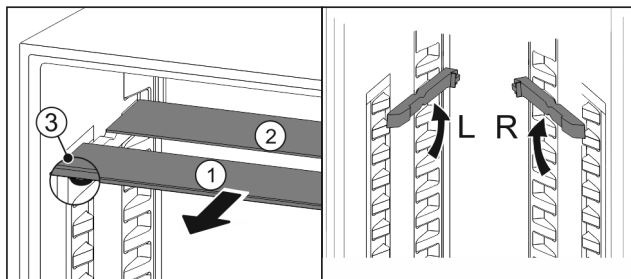

Fig. 90
- Húzza ki Fig. 90 (1) előre az üveglapokat egyesével.
- Az üveglap Fig. 90 (1) a díszléccel előre néz.
- Az ütközők Fig. 90 (3) lefelé mutatnak.